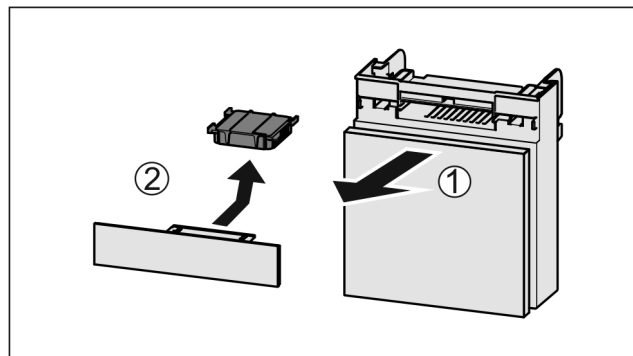

Fig. 255
- Tërhiqni kutinë nga përpara Fig. 255 (1).
- Hiqni filtrin me karbon aktiv Fig. 255 (2).